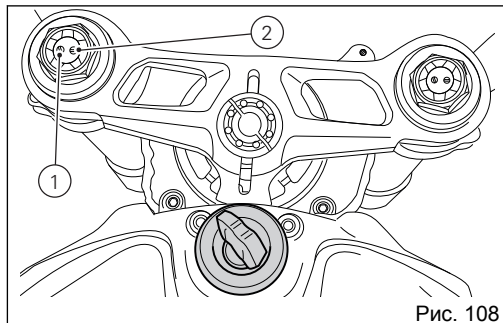

Рис. 108
- 1) изменения отбоя амортизатора (1, Рис. 108);
- 2) изменения сжатия амортизатора (2, Рис. 108);